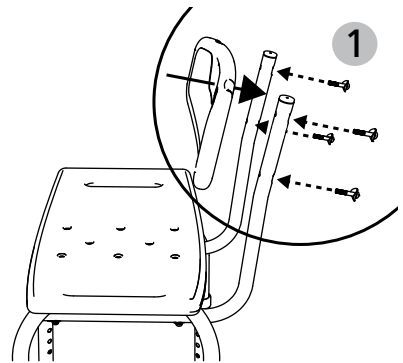

fig. 4
4. Pour le montage du dossier, faites chevaucher les alésages du dossier et ceux de ses tubes, puis vissez ces éléments (fig. 4, 1). Pour cela, utilisez les pièces suivantes :